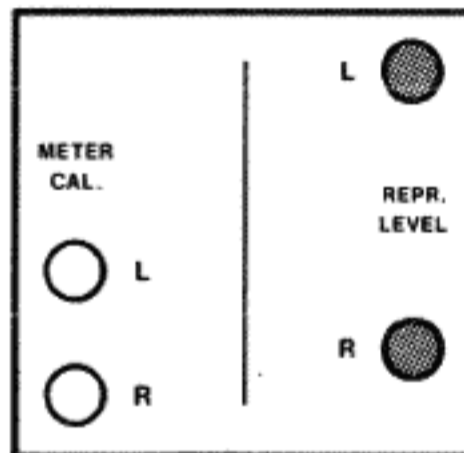

Fig. 6.4.-7
- Raccordez un millivoltmètre BF à la sortie OUTPUT L (51) (échelle 1 V).
- A l'aide du réglage REPR LEVEL L (fig. 6.4.-7), ajustez la tension de sortie à 0,775 V.
- Bedienungselemente nach Fig. 6.4.-6 einstellen.
- NF-Millivoltmeter an Ausgang (51) OUTPUT L + R anschliessen.